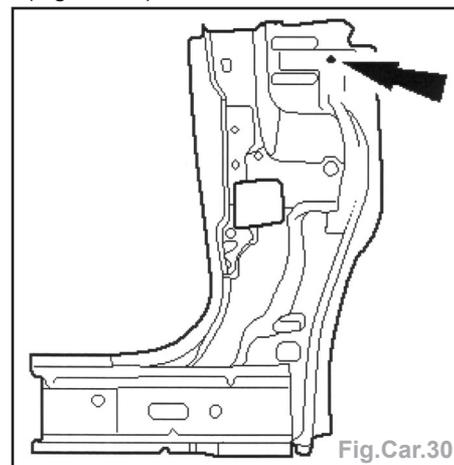

Fig.Car.30
- Réaliser le perçage (flèche) afin de souder par bouchonnage au Ø 10 mm (Fig.Car.30).